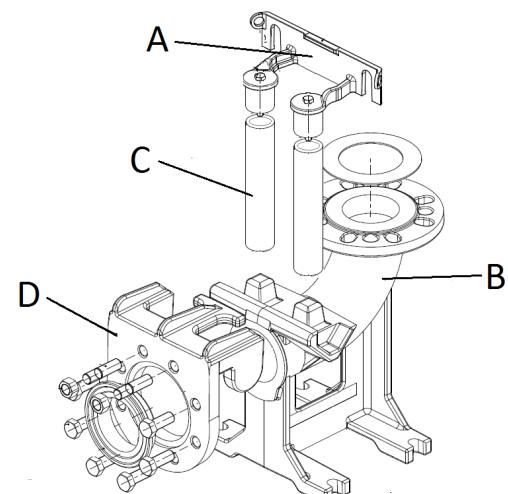

Abb. 5
- Den Verankerungs-Bügel der Rohrführungen (Abb. 5 - Pos. A) am Rand des Beckens befestigen.
- Den Stützfuss zur automatischen Koppelung (Abb. 5 - Pos. B) am Boden des Abflusschachtes positionieren und mittels dem Senklei überprüfen, dass die konischen Vorsprünge zum Einstechen der Rohrführungen mit den entsprechenden Vorsprüngen des Verankerungs-Bügels des Beckenrandes perfekt rechtwinklig sind. Es ist auch die Ebenheit mittels einer Wasserwaage zu überprüfen.
- Die Position der Ösen am Stützfuss markieren und dann die exakte Länge der Führungsrohre messen (Abb. 5 - Pos. C).
- Den speziellen Gleitflansch (Abb. 5 - pos. D) auf die Auslassöffnung der Pumpe montieren und das Seil oder die Kette an die Griffe oder Slitte am oberen Teil des Gehäuses anhaken.